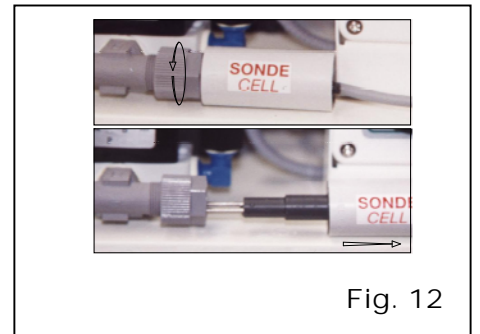

Fig. 12
76. NETTOYAGE DE LA SONDÉ (Fig. 12)